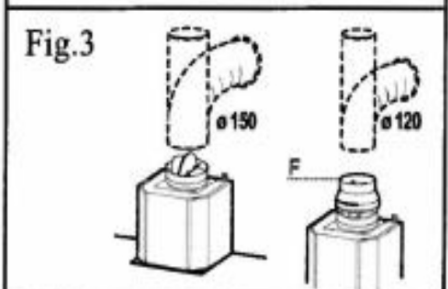

Fig.4
N.B.: I sistemi di fissaggio a) e b) si alloggiavano sui retro della cappa nei fori L 1 (Fig. 4 ).